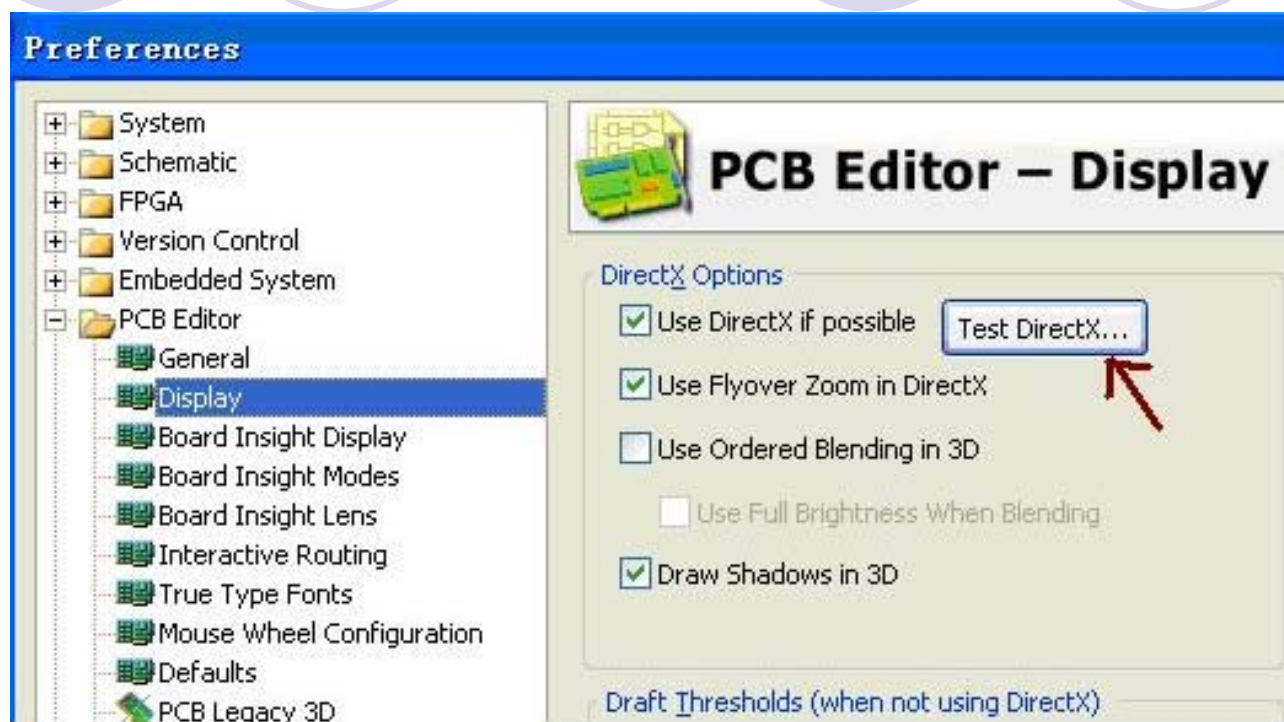

图3-39 参数设置对话框
- Altium Designer软件的3D环境的要求支持DirectX9.0C及相关技术，并使用一块独立的显卡。对于如何测试系统，以及让Altium Designer可以使用DirectX，单击菜单Tools → Preferences 打开 Preferences对话框中如图3-39所示，选择PCB Editor的Display选项，按“Test DirectX”按钮，测试显卡是否支持DirectX，以下按提示做，如果显卡支持DirectX，就可进行如下操作。